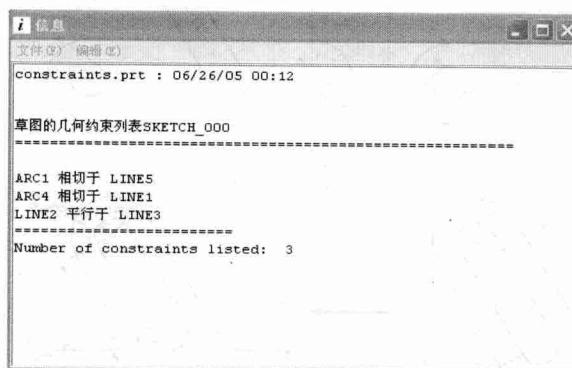

图 1-16 “信息”窗口
(5) 移除所列的: 单击该按钮，将移除“显示约束”列表框中所有对象的几何约束。
(6) “信息” 按钮: 用于查询约束信息。单击该按钮，弹出如图 1-16 所示的“信息”窗口。